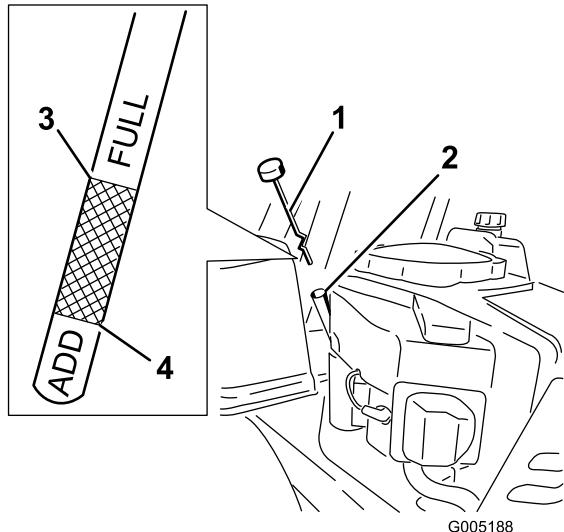

Figura 26
4. Retire la varilla; límpie el aceite Figura 26 Vuelva a colocar la varilla en el tubo, con el tapón descansando sobre el tubo. No enrosque el tapón en el tubo.
5. Retire la varilla y compruebe el nivel de aceite. Figura 26.
8. Retire el tapón de llenado/varilla (Figura 26).
14. Vierta lentamente un 80% aproximadamente de la cantidad especificada de aceite por el tubo de llenado (Figura 26).
15. Instale el tapón de llenado/varilla (Figura 26).
16. Compruebe el nivel de aceite (Figura 26); consulte Verificación del nivel de aceite.
18. Instale el tapón de llenado de aceite y apriételo firmemente.Figura 26